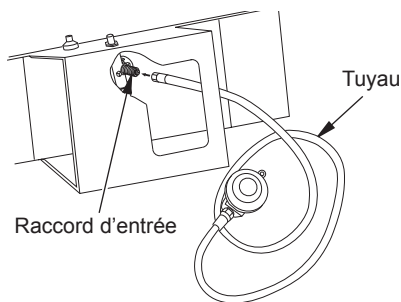

Figure 4 - Branchement du tuyau et du raccord d'entrée
3. Branchez le tuyau à l'entrée de la vanne (voir Figure 4). Resserrez fermement avec une clé.